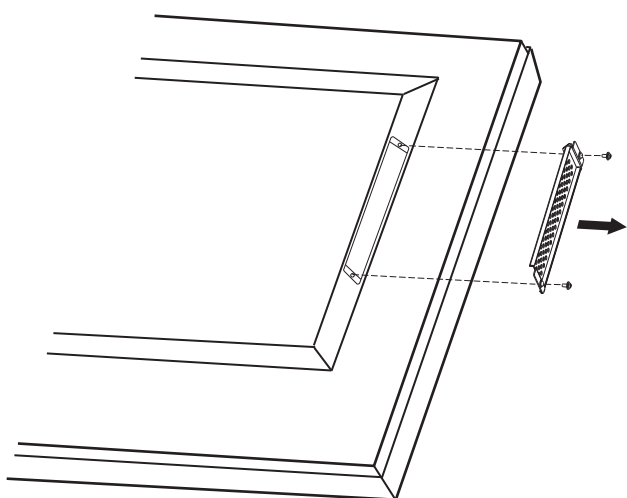

図 1
2. オプションボード用スロットのネジを外し (図 1)、オプションスロットカバーを取り外します。